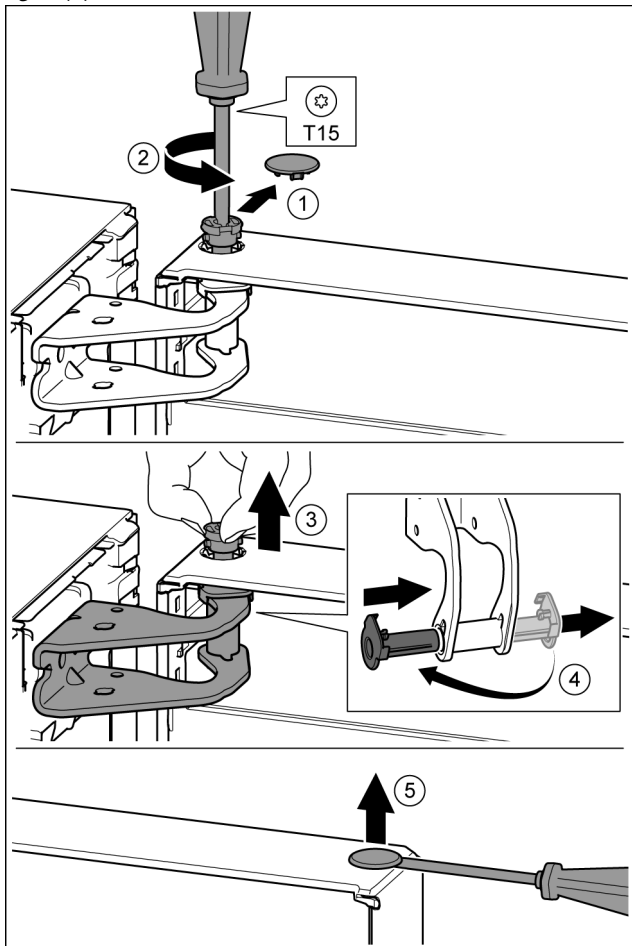

Fig. 10
- Desprindeți cu precauție capacul de siguranță. *Fig. 10 (1)*
- Extrageți puțin bolțul prin rotire cu șurubelnița T15. *Fig. 10 (2)*
- Țineți ferm ușa și extrageți bolțul cu degetele. *Fig. 10 (3)*
- Extrageți cuzinetul din ghidaj. Introduceți din partea opusă și fixați în poziție. *Fig. 10 (4)*
- Ridicați cu precauție dopul din cuzinetul ușii cu o șurubelniță plată și extrageți-l. *Fig. 10 (5)*